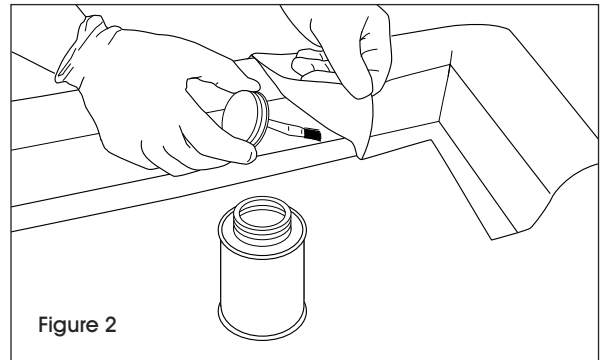

Figure 2
- a. Fixation des coins : appliquez de la colle vinylique sur la couverture en vinyle intégrée de la section de coin et de l'extrémité de la section droite. Fixez les deux pièces et exercez de la pression (pendant environ 30 secondes). (Voir Figure 2)